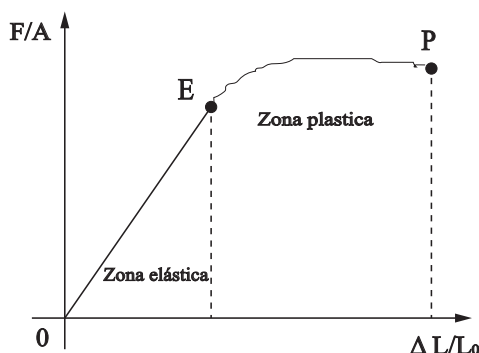

Figura 3.2: Comportamiento del esfuerzo en función de la deformación unitaria
En la Figura 3.2 se muestra el comportamiento del esfuerzo en función de la deformación unitaria para un material dúctil. La zona OE se denomina zona elástica, se caracteriza porque el sólido puede regresar a su forma original una vez que se retira la fuerza deformadora. El punto E representa el límite elástico.
4. ¿En qué región de la figura 3.2 se ha trabajado en esta práctica?, justificar la respuesta.